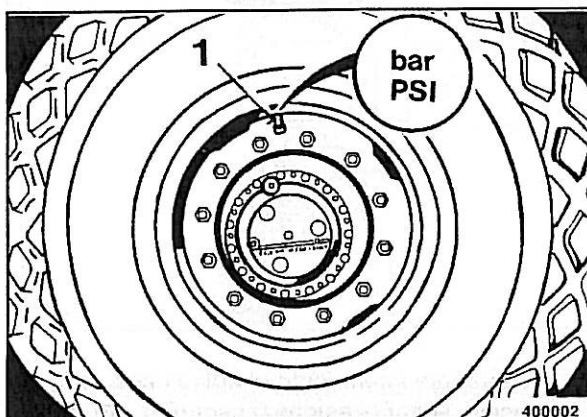

Fig. 75
- Con la válvula del neumático en posición superior medir la presión de inflado por la válvula 1 (Fig. 75) con un manómetro.